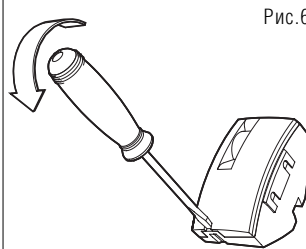

Рис.6
1. Снять крышку ИС, вставив отвертку в паз основания, и надавить на зацеп (Рис.6).